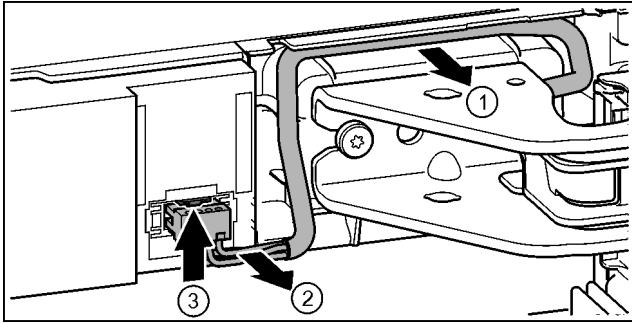

Fig. 23
- ▶ Kabel nad stojanem ložiska opatrně uvolněte z vedení. Fig. 23 (1)
- ▶ Kabelové prameny opatrně táhněte z kanálu. Fig. 23 (2)
- ▶ Tlačte lamelu nahoru a opatrně vytáhněte zástrčku. Fig. 23 (3)